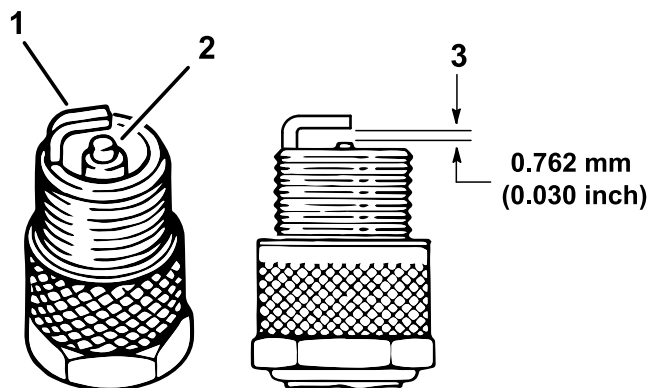

Рисунок 37
4. Проверьте состояние бокового электрода, выровняйте по центру электрод и выровняйте по центру изолятор электрода, чтобы избежать повреждений (Рисунок 37).
5. Установите зазор между центральным и боковым электродами на 0,76 мм, как показано на Рисунок 37.